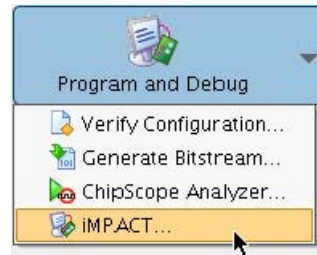

図 31 : iMPACT の起動
4. iMPACT をスタンドアロン モードで起動するには、Flow Navigator の [Program and Debug] ドロップダウン リストから [iMPACT] をクリックします (図 31)。